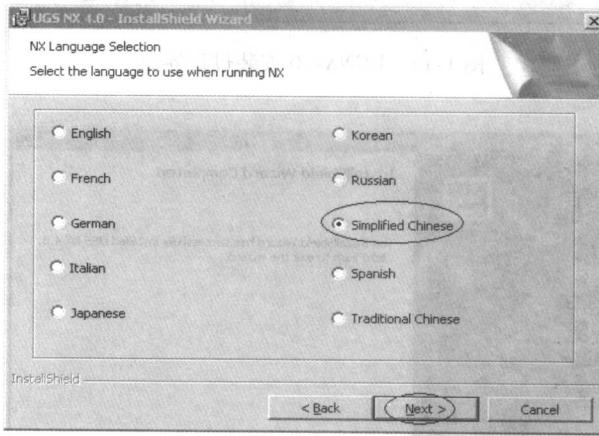

图 1-11 UGNX4.0 语言使用选择界面
- (13) 单击【下一步】按钮,出现 UGNX4.0 语言使用选择界面,如图 1-11 所示。